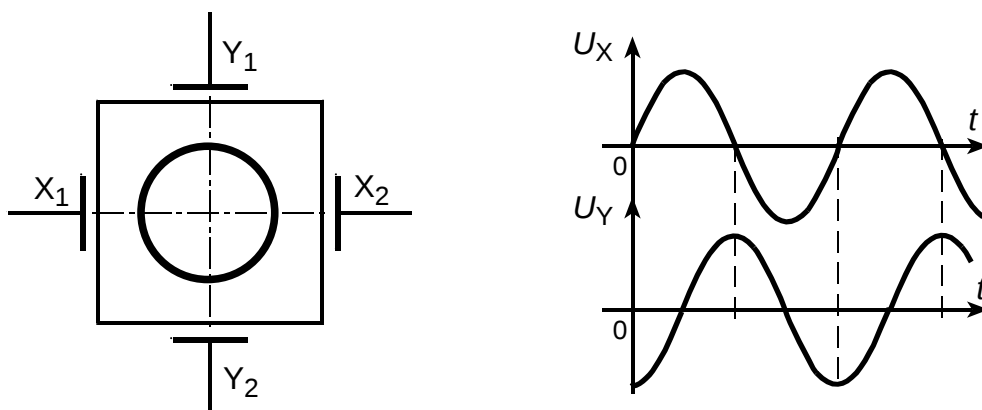

Рис. 5. Изображение на экране ЭЛТ при подаче на ОП сигналов с фазовым сдвигом  $\pi/2$
6. При подаче на пластины синусоидальных сигналов, сдвинутых на  $\pi/2$ , в центре на экране отобразится окружность (рис. 5).